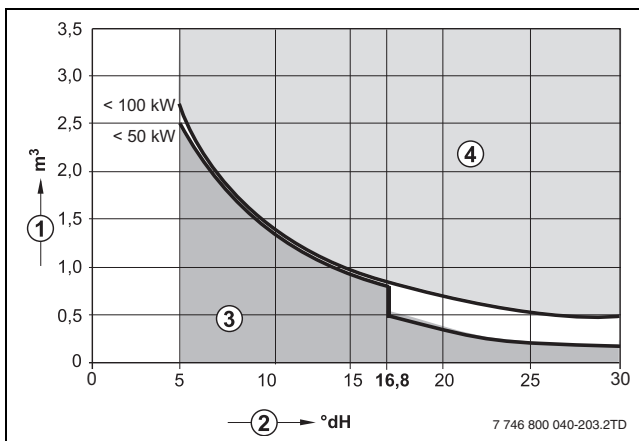

Fig. 6 Cerințe privind apa de umplere a cazanului pentru cazanul individual Logamax până la 100 kW
- ▶ Utilizați exclusiv apă de la robinet netratată (Respectați în acest sens diagrama din fig. 6). Nu este permisă apa freatică.